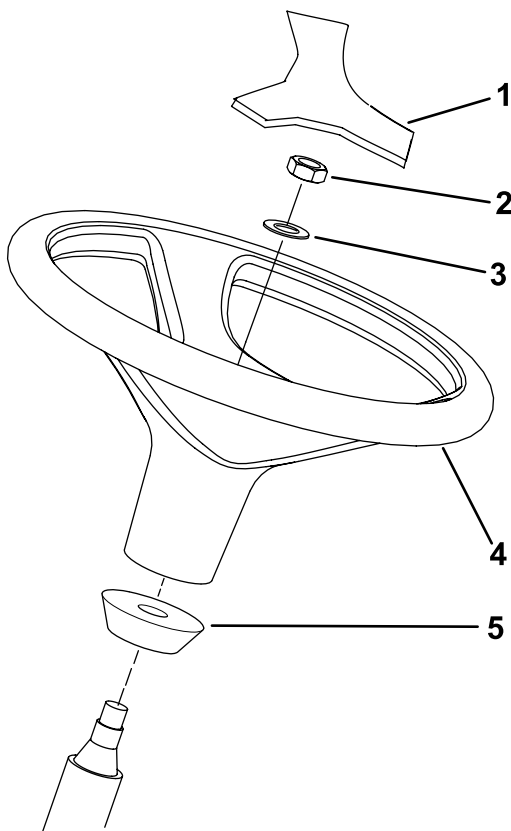

图 14
1. 从运输托架上卸下方方向盘 图 14。
注意 确保泡沫环保留在转向轴上 图 14。
3. 将方向盘和垫圈滑入转向轴 图 14。
5. 安装方向盘的盖子 图 14。